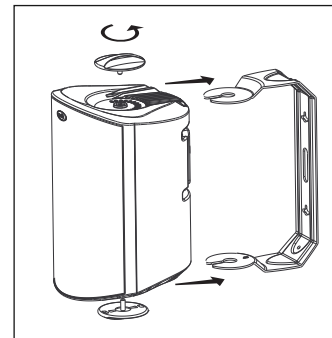

FIGURE 10: Dévissez les boutons pour retirer le support.
4. Utilisant le support comme gabarit, marquez la position des deux fentes en trou de serrure à l'aide d'un crayon. Vous pouvez le faire en retirant les boutons du support de l'enceinte et en la dégageant du support [figure 10].